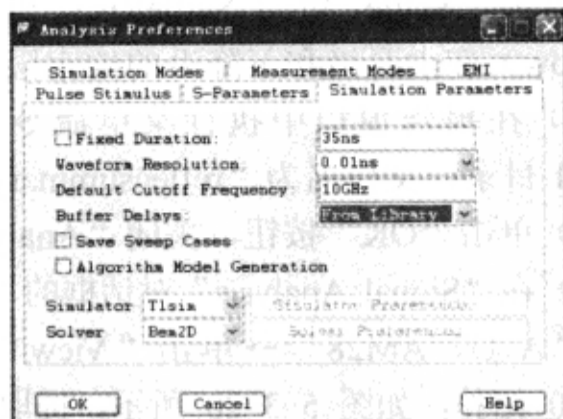

图 5-3-23 设置仿真参数
(19) 确认“Simulation Parameters”标签页设置如图 5-3-23 所示。